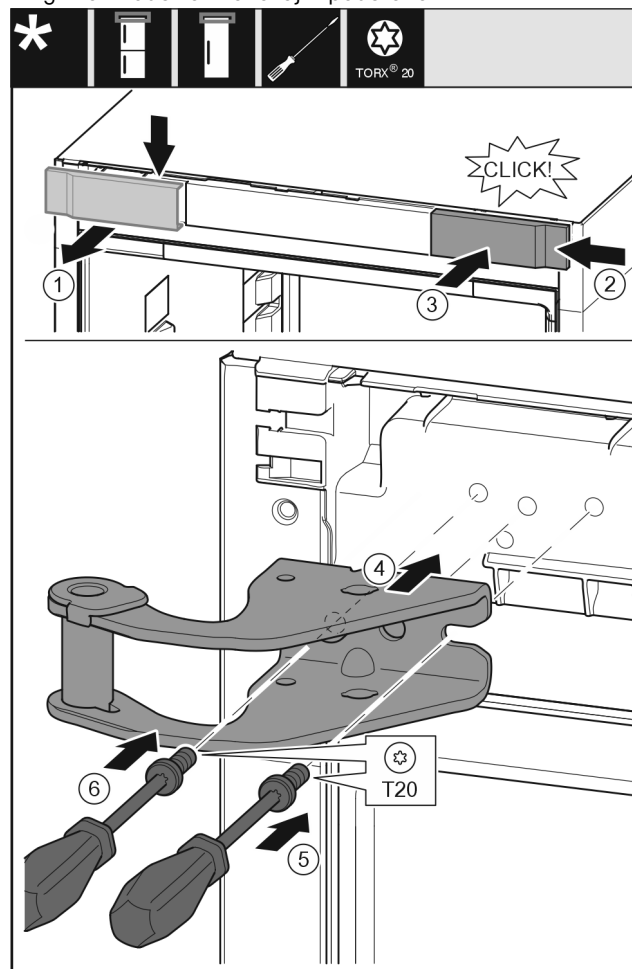

Fig. 15
- Snemite pokrov Fig. 15 (1) od zgoraj v smeri naprej.
- Pokrov Fig. 15 (2), obrnjen za 180°, namestite na drugo stran z desne strani.
- Zaskočite pokrov Fig. 15 (3).
- Pristavite zgornji ležajni podstavek Fig. 15 (4).
- Nastavite vijak Fig. 15 (5) z izvijačem in ga zategnite.
- Nastavite vijak Fig. 15 (6) z izvijačem in ga zategnite.